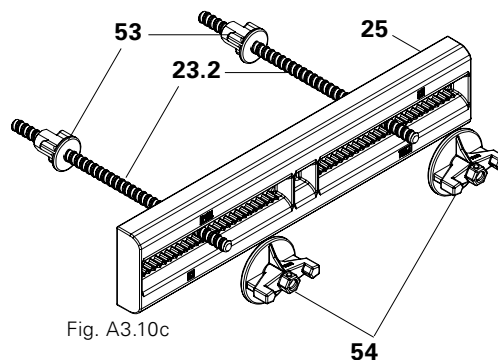
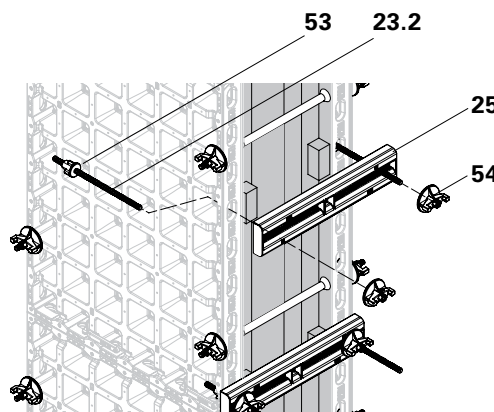

Fig. A3.10c
Fig. A3.10d
2. Avvitare il dado a tre rinforzi (53) sul tirante d'angolo (23.2) al lato del pannello.
3. Infilare l'allineatore DUO 62 (25) sul tirante d'angolo e tenere in posizione.
4. Avvitare manualmente la piastra con dado DW 15 (54) sul tirante d'angolo DUO (23.2). (Fig. A3.10c + Fig. A3.10d)